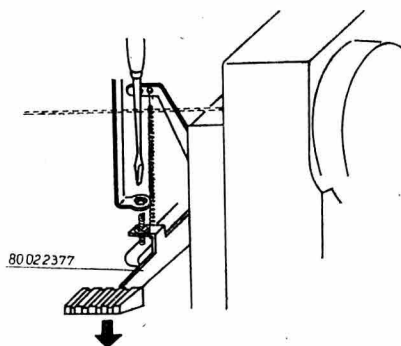

Abb. 11
- Justieren am Gewindestift bei nach unten gedrückter Riegelkaste (Abb. 11).